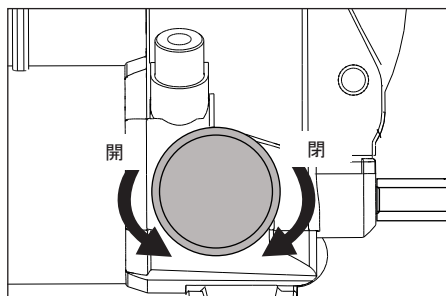

図8：リリース弁（P-84以外の全モデル）
1. リリース弁を開じるには、ノブを停止するまで時計方向に回します。図8を参照してください。